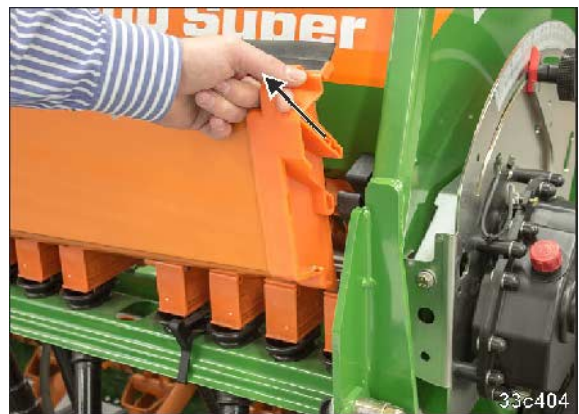

図 234
1. キャリブレーショントレイ (図 234) をホルダから上に引き出します。